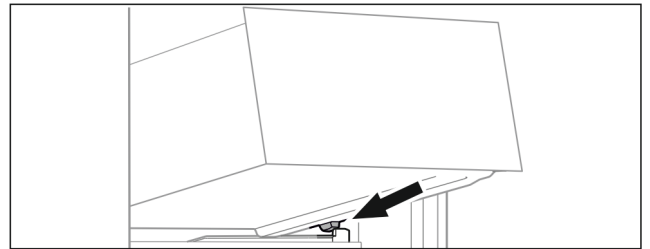

Fig. 69
- ▶ 将抽屉斜放在容器肋梁上的止挡器后面。(参见 Fig. 69)